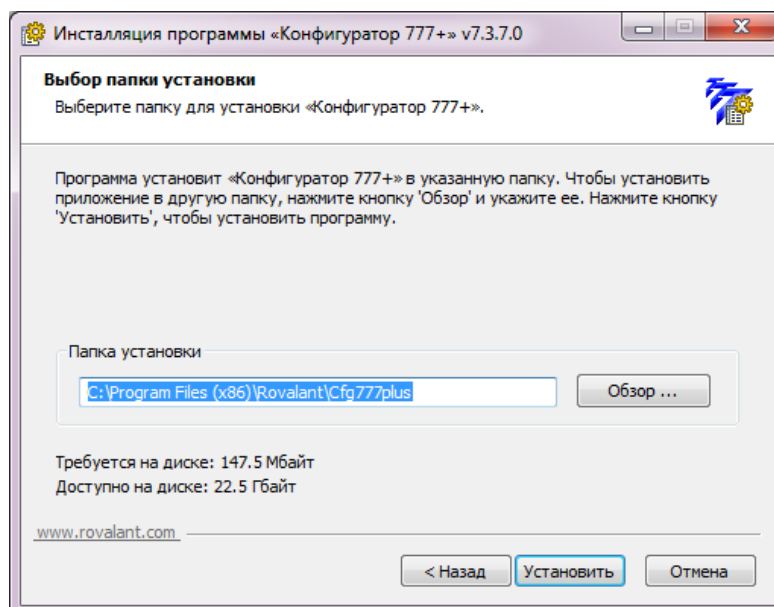

Рисунок 7. Скриншот выбора пути установки программы
- 4.4. После нажатия кнопки «Далее» отобразится окно выбора пути установки программы (рисунок 7).